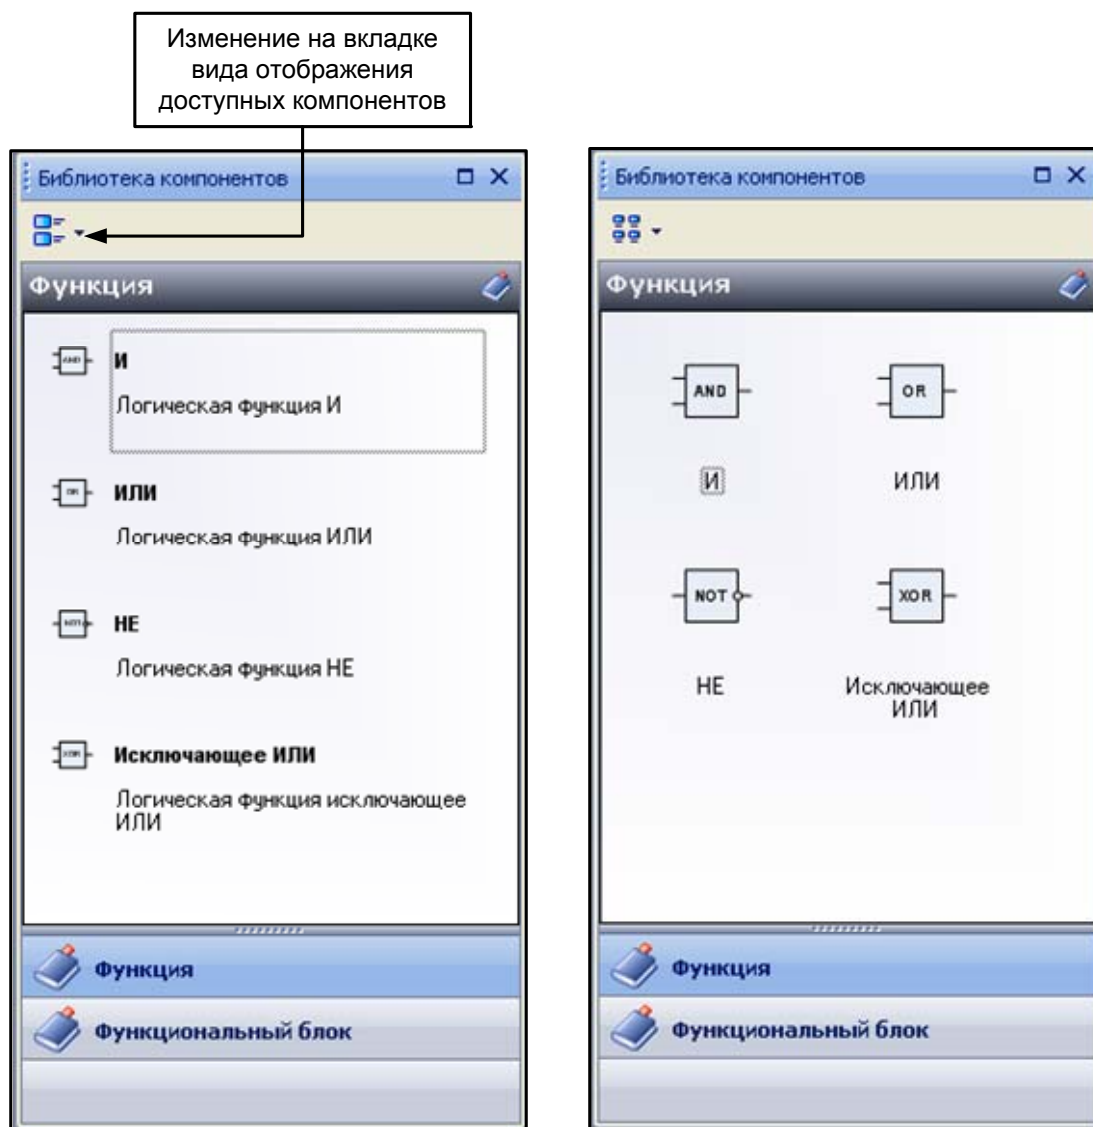

Рисунок 3.6 – Пример изменения отображения блоков библиотеки компонентов на вкладке «Функция»
1) для вкладок «Библиотеки компонентов» допускается изменять форму отображения доступных функций и функциональных блоков, рисунок 3.6.